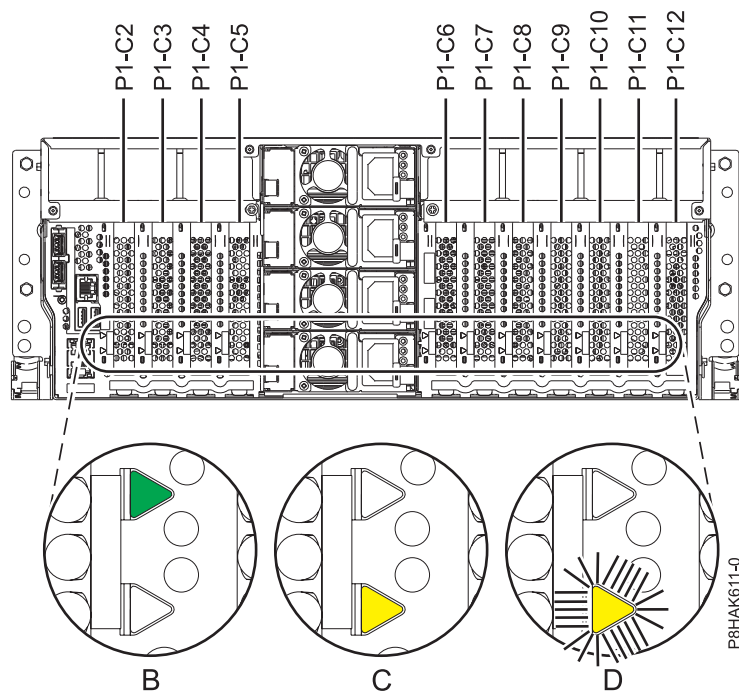

Abbildung 48. Positionen der PCIe-Adaptersteckplätze und Positionen der LEDs in einem Einschubsystem
Wenn Sie einen fehlerhaften PCIe-Adapter warten, suchen Sie nach der blinkenden gelben Anzeige für den fehlerhaften PCIe-Adapter, die Sie bei dem Schritt zum Ermitteln des fehlerhaften Teils auf Blinken gesetzt haben. Abb. 48 auf Seite 55 und Abb. 49 auf Seite 56 zeigen den Status der Anzeigen. Beachten Sie, dass die gelbe Anzeige für den fehlerhaften PCIe-Adapter **blinkt**, wie unter (D) in Abb. 48 auf Seite 55 und Abb. 49 auf Seite 56 dargestellt.
Achtung: Wenn der PCIe-Adapter ordnungsgemäß funktioniert, ist die grüne Aktivitätsanzeige **AN** und die gelbe Fehler-LED **AUS**, wie unter **(B)** in Abb. 48 und Abb. 49 auf Seite 56 dargestellt. Versuchen Sie nicht, den funktionierenden PCIe-Adapter auszubauen.